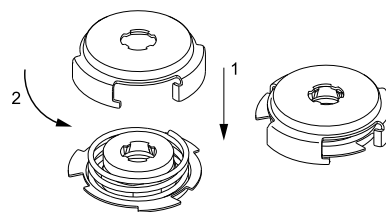

Рис. 6 Монтаж пружины и оправки
7. Установить пружину (поз. 108) и оправку (поз. 112). См. рис. 6.